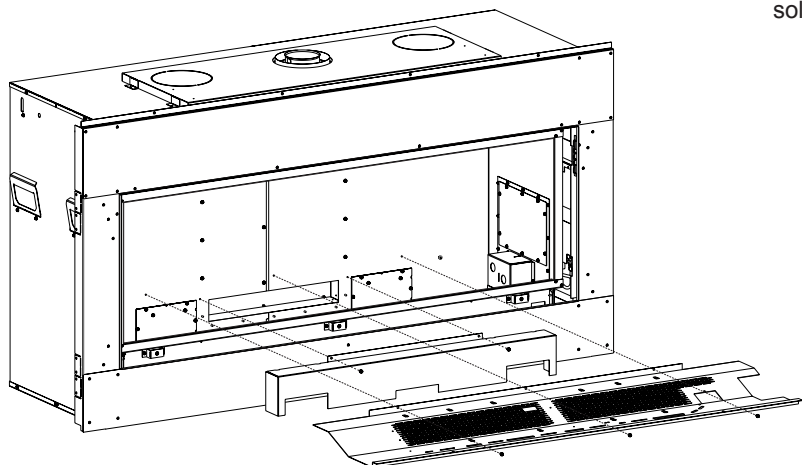

Figure 11
3. Déposer la plaque sous le brûleur. Voir Figure 11.